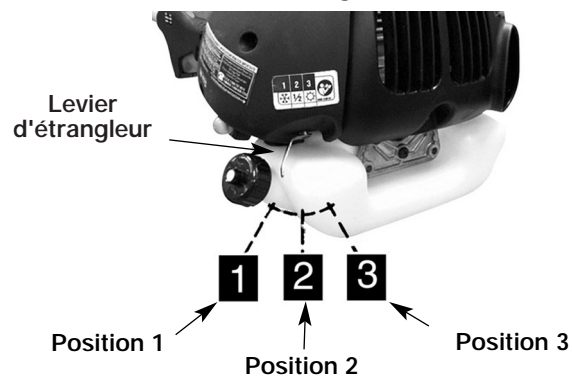

Fig. 6
3. Mettez le levier d'étrangleur en Position 1 (Fig. 6).
2. Mettez le levier d'étrangleur en Position 1 (Fig. 6).